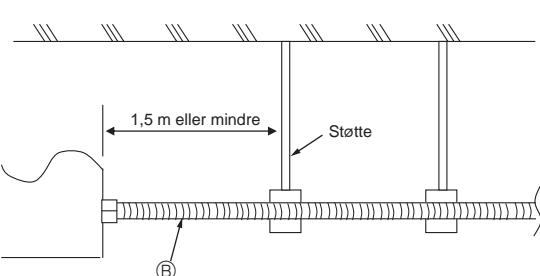

Fig. 8-7
For at undgå kraftig belastning af fordelerboksen skal du understøtte ledningsrøret (B) med en eller flere støtte(r) 1,5 meter eller mindre fra fordelerboksen. Se Fig. 8-7 for et eksempel.